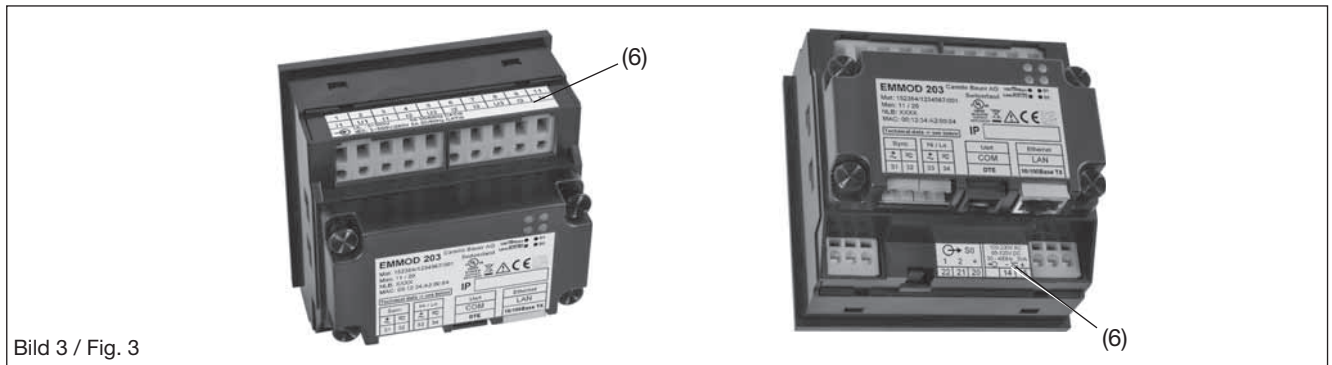

Bild 3 / Fig. 3
Die Zusatzschilder Eingang (6) und Ausgang/Hilfsenergie (7) nach Bild 3 aufkleben.
Coller les étiquettes des panneaux d'entrée (6) et de sortie/énergie auxiliaire (7) selon la Figure 3.
Apply the additional labels Input (6) and Output/Power supply (7) according to Fig. 3.